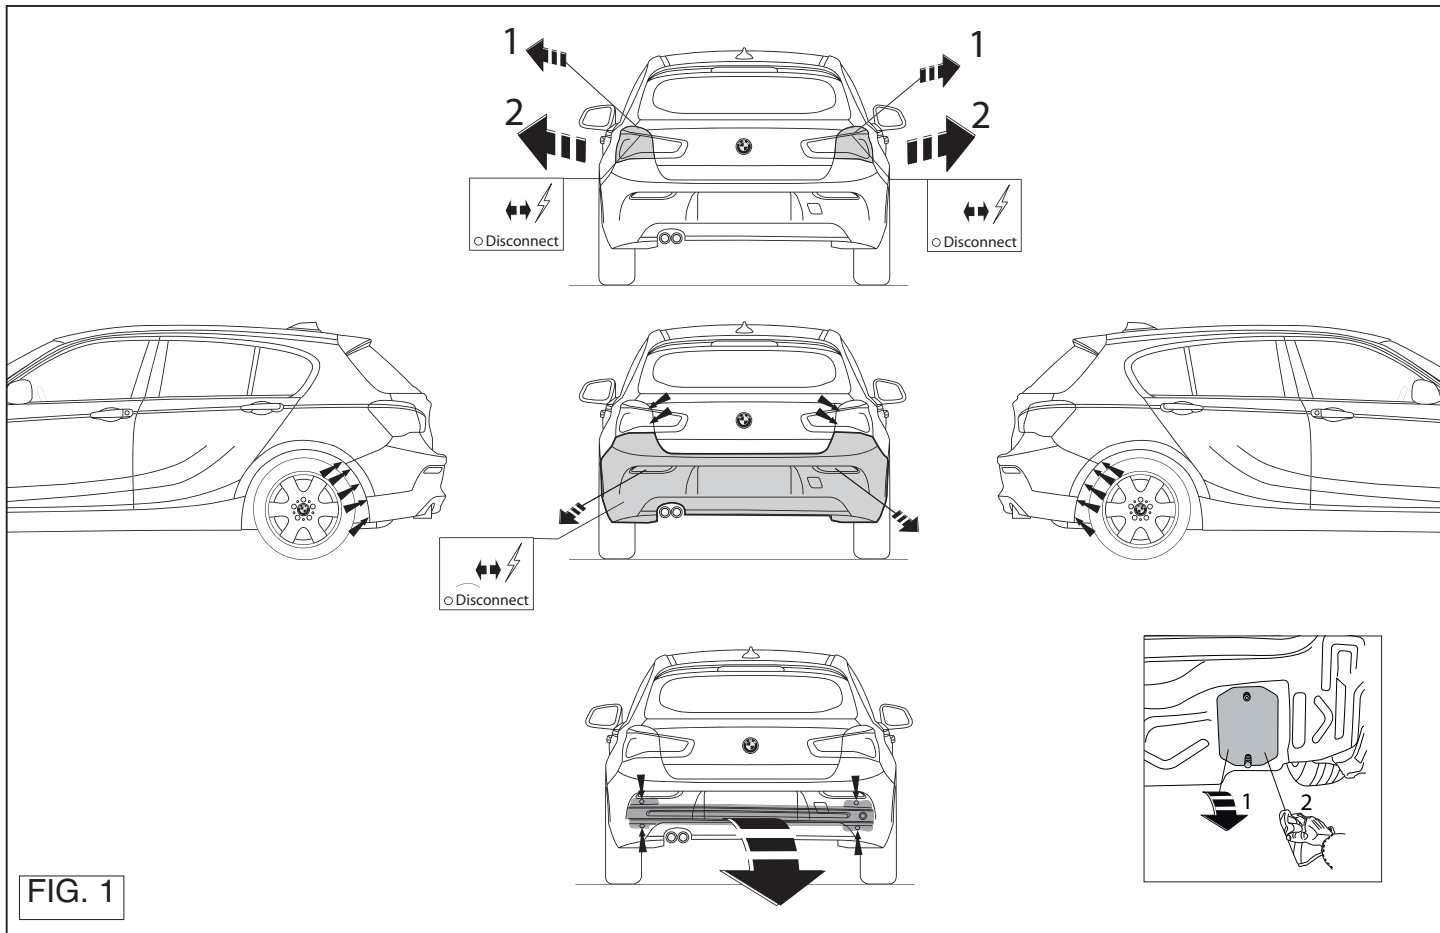

FIG. 1
1. Установить оба блока задних фар. См. рисунок 1.
2. Снять бампер. См. рисунок 1.
12. Установить снятые ранее детали. См. рисунок 1.